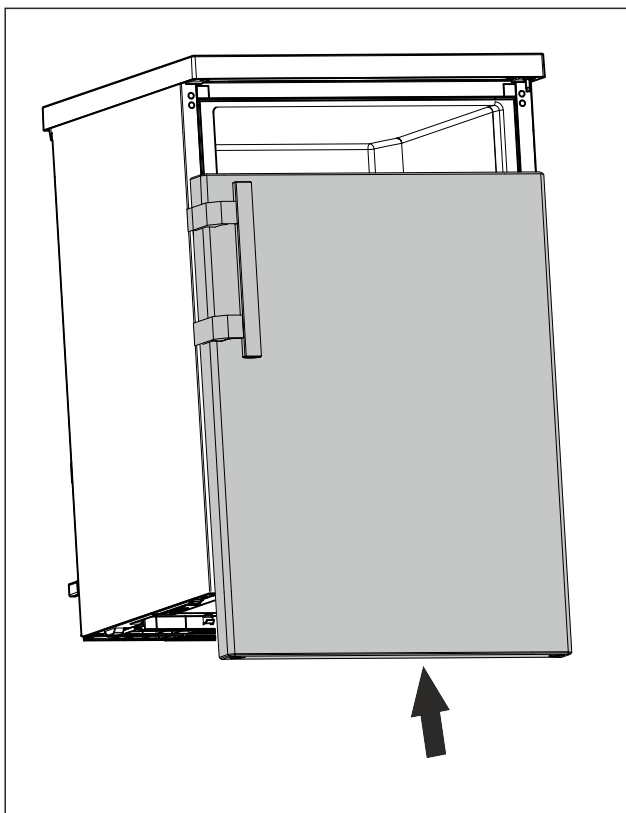

Fig. 15
- ▶ Nasuňte dvere v zatvorenom stave na horný čap. (pozri Fig. 15)